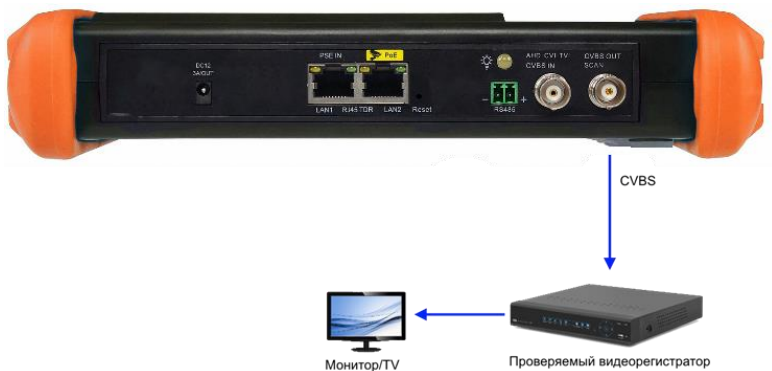

Рис. 17 Подключение тестера к проверяемому устройству в режиме генератора видеосигнала (на примере тестера TIP-H-7)
- На видеовыход (разъем BNC с обозначением «CVBS OUT») выведен видеосигнал с CVBS генератора тестера. К нему (рис. 17) подключается монитор, передатчики аналогового сигнала, видеорегистратор и другое оборудование, которое необходимо проверить на работоспособность.